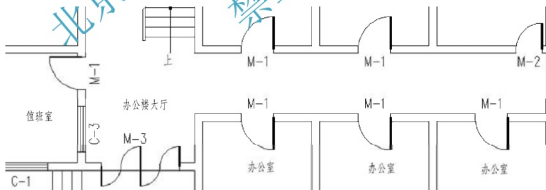

图 3.17 改变“办公室”的文字样式
- ① 选择菜单栏中的【修改】|【特性匹配】命令,或单击【标注】工具栏上的【特性匹配】图标 ,或在命令行输入“Ma”并按 Enter 键,启动【特性匹配】命令。
- ② 在选择源对象:提示下,单击选择“值班室”,此时光标变成大刷子形状。
- ③ 在选择目标对象或[设置(S)]:提示下,选择“办公室”,则“办公室”变成了仿宋体,如图 3.17 所示。按 Enter 键结束命令。